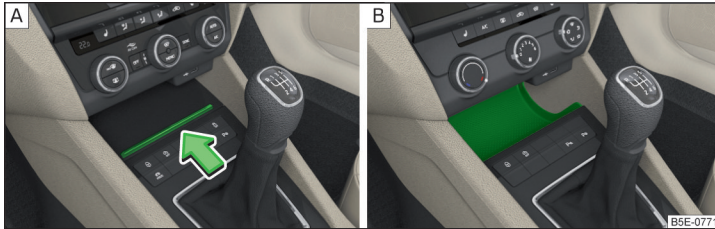

Abb. 100 Ablagefach öffnen / Nicht abschließbares Ablagefach
- Zum **Öffnen** auf die Leiste in Pfeilrichtung drücken » Abb. 100 - [A].
» Abb. 100 - [B].